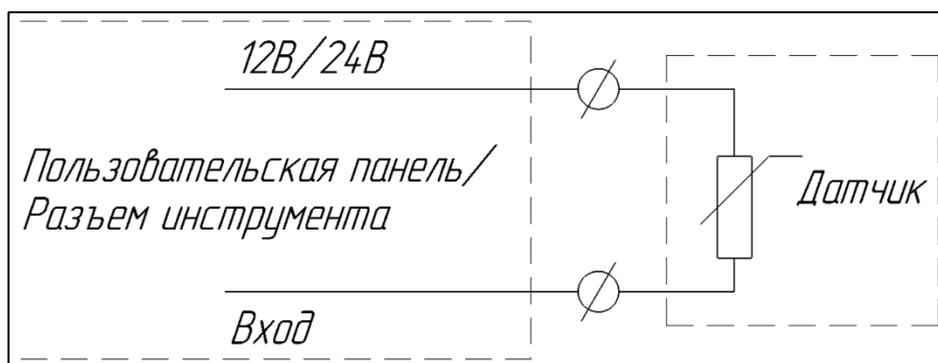

Рисунок I-23 – Схема подключения датчика с резистивным выходом
- Подключение датчика с резистивным выходом (см. Рисунок I-23).